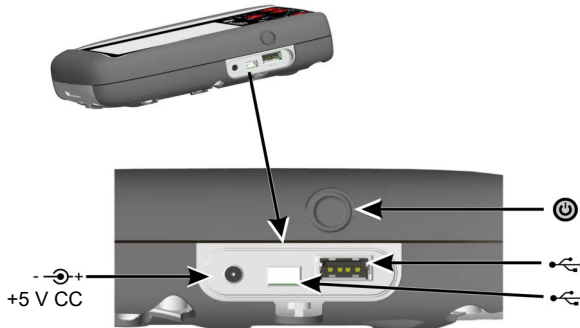

Figure 2 : Vue latérale
1. Raccordez le bloc d'alimentation CC/chargeur de batterie au point de connexion +5V_{CC} sur le côté de l'appareil (voir Fig. 2 Vue latérale).
2. La batterie peut aussi être rechargée à l'aide des connexions USB (voir Fig. 2 Vue latérale).
A partir de la position OFF – appuyez sur le bouton d'alimentation (voir Fig. 2, Vue latérale) jusqu'à ce que le tableau de bord soit affiché.
1. Collegare l'alimentatore CC/il caricabatteria al collegamento +5 V_{CC} nella parte laterale dell'unità (rif.: fig. 2, vista laterale).
2. La batteria può essere caricata anche tramite i collegamenti USB (rif.: fig. 2, vista laterale).
Premere il tasto di accensione (rif.: fig. 2, vista laterale) fino a quando viene visualizzato il dashboard.